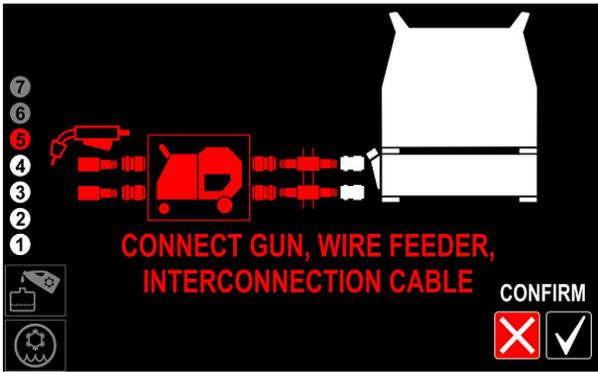

Figura 18
- Se si utilizza una saldatrice con trainafile separato (Figura 18 o 26), collegare i tubi flessibili della torcia e il cavo di interconnessione.